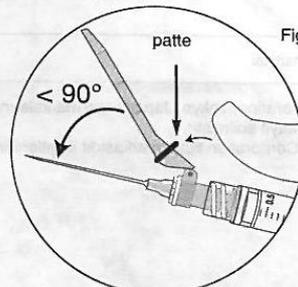

Fig. 2
6. Positionner la gaine en préparation de son activation: en utilisant la méthode « unimanuelle », pousser la patte vers l'avant à l'aide d'un doigt ou du pouce, de sorte que la gaine forme avec l'aiguille un angle inférieur à 90 degrés (Fig. 2). NOTE: garder en permanence le doigt (le pouce) derrière l'aiguille.